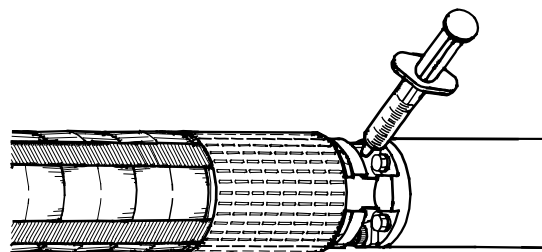

Fig. 7 Posição da válvula de enchimento
1. Retirar o filtro que tapa a válvula existente no topo do motor com a ajuda de uma chave de fendas. Se o filtro tiver fenda, desaparafusar. A posição da válvula de enchimento é mostrada na fig. 7.
2. Pressionar a seringa contra a válvula e injectar o líquido, fig. 7. Se o cone da válvula for demasiado pressionado, pode ficar danificado causando fugas do líquido.